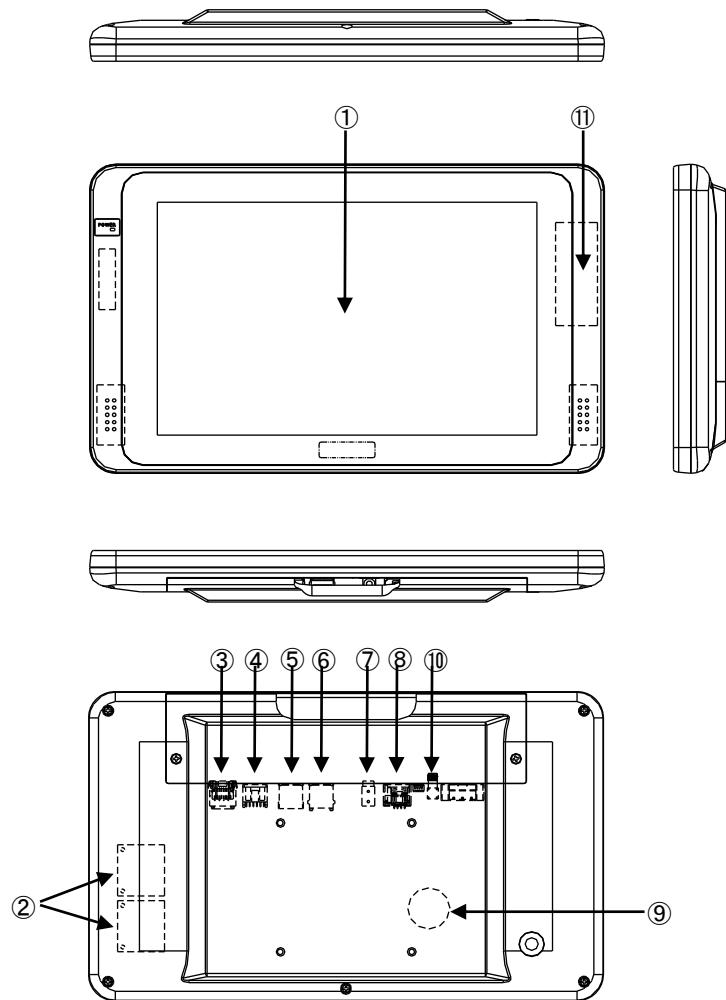

図3-1-1. 外形図（AM4-101BN）
AMシリーズの例として、AM4-101BNの外形図を図3-1-1に示します。各部名称を表3-1-1に示します。
COM4	SI01 (図 3-1-1 ④) アプリケーションでシリアル通信に使用できます。
ローカルエリア接続	LAN1 (図 3-1-1 ⑨): 1000BASE Ethernet
汎用入出力	汎用の入出力です。 入力6点、出力4点を制御できます。 (図3-1-1 ⑩)
バックアップバッテリモニタ	BIOS設定、RTC、外部RTCに使用されるバックアップバッテリ(図3-1-1 ⑪)の状態を取得することができます。